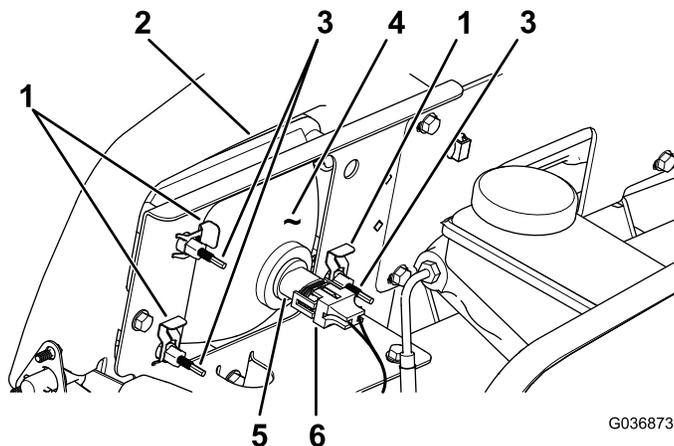

図 52
3. ランプアセンブリのコネクタから、ハーネス用のコネクタを外す 図 52。
4. ヘッドライトをヘッドライトブラケットに固定しているスピードクリップを外す 図 52。
5. ヘッドライトアセンブリ全体を前に押し出して、前バンパーから外す 図 52。
6. 取り付け穴に新しいヘッドライトを取り付ける 図 52。
8. ハーネス用のコネクタを、新しいランプアセンブリのコネクタに接続する 図 52。
- ヘッドライトアセンブリの裏側部分にある調整ねじ 図 52を回してヘッドライトアセンブリの角度を変えてビームの方向を調整する。